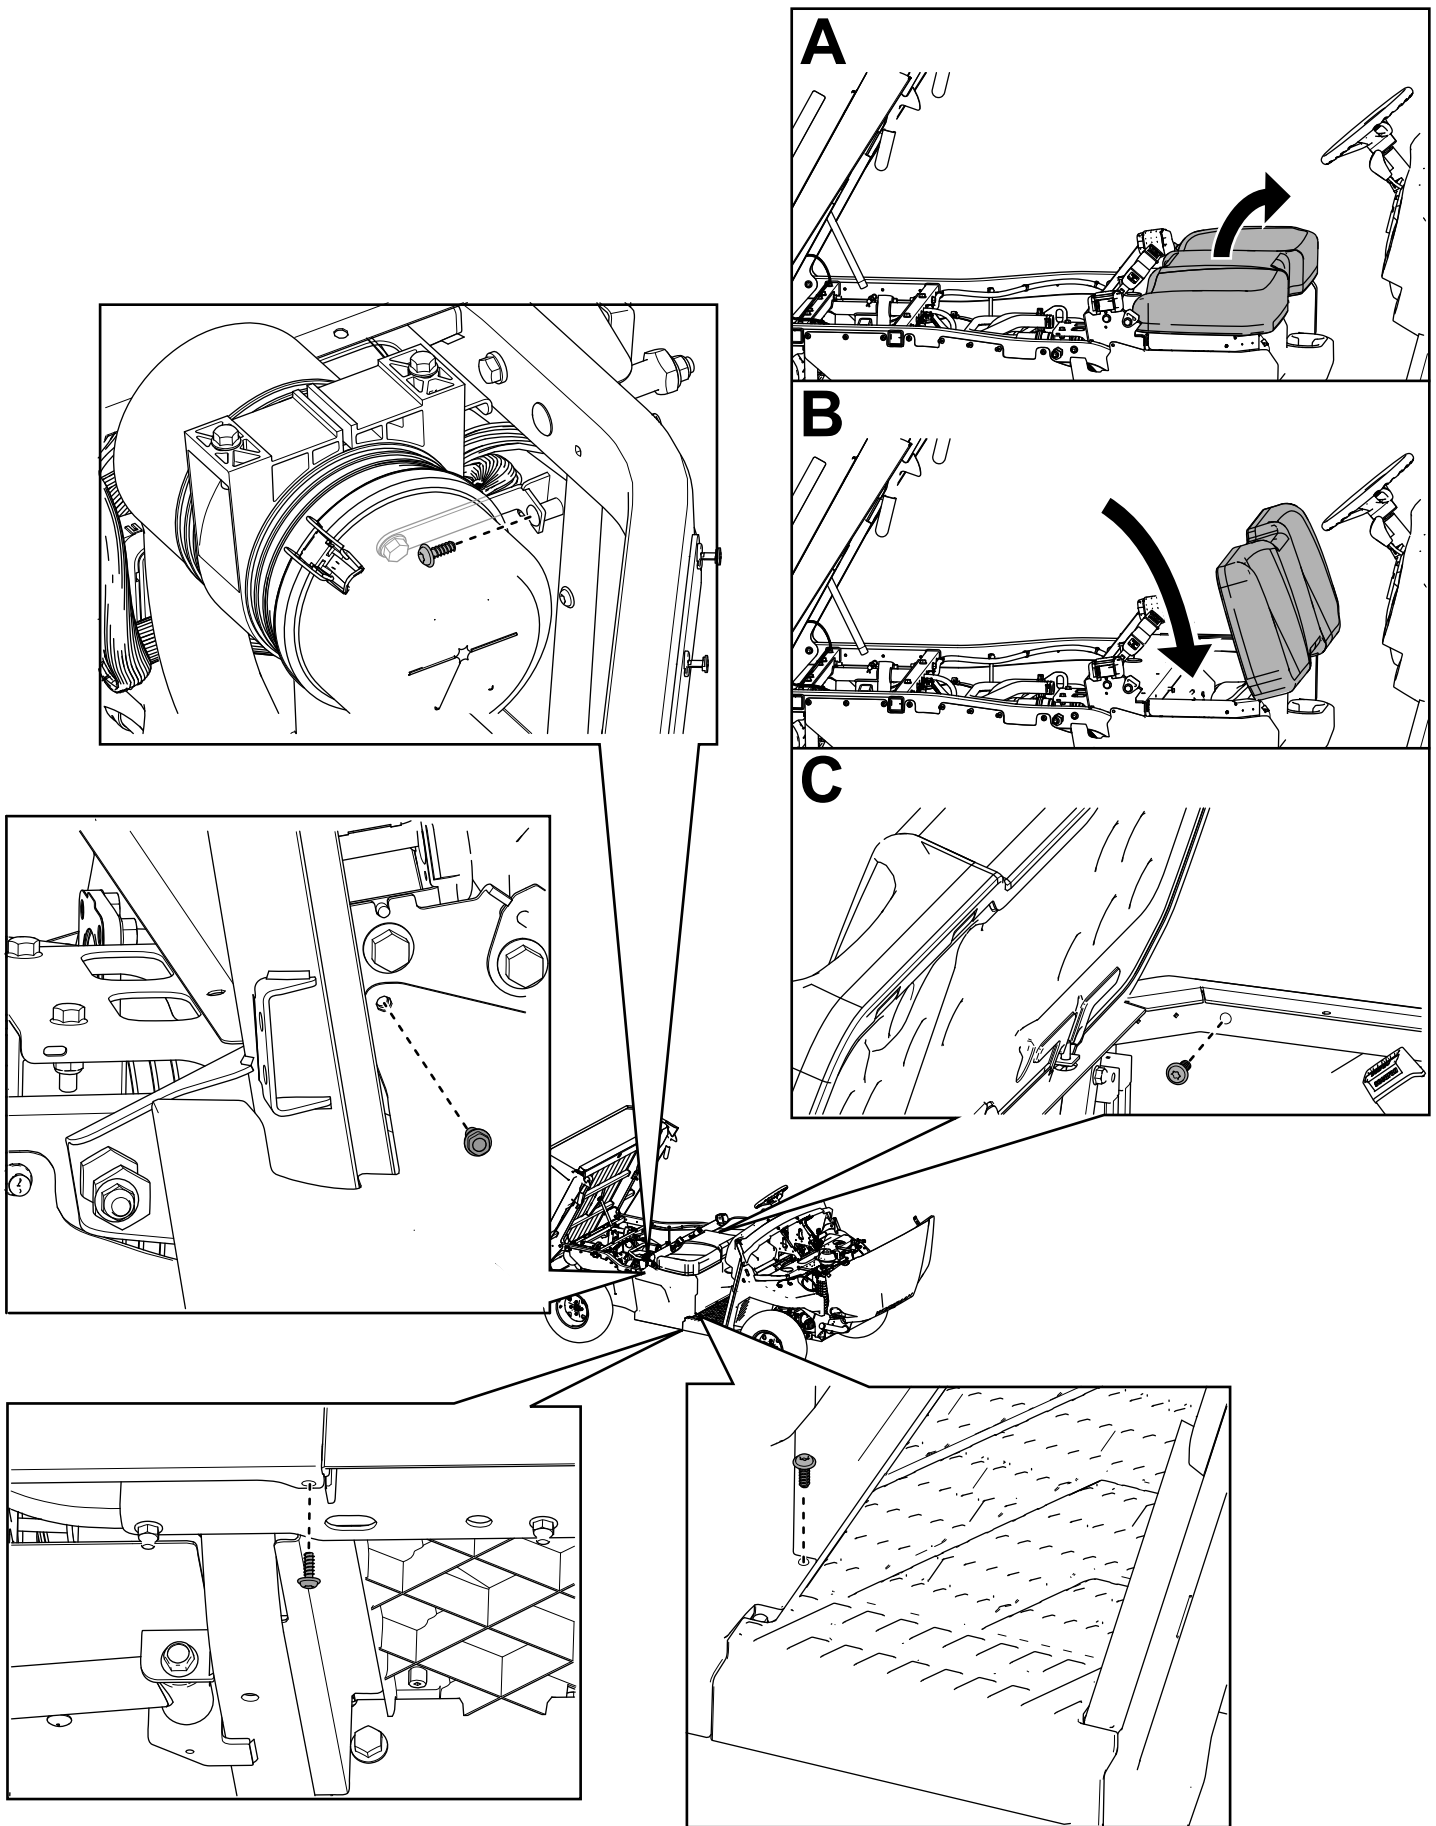

Figure 34
22. Fixez les panneaux droit et gauche de la base du siège à l'aide des boulons à tête hexagonale à embase ( $\frac{1}{4}$  x  $\frac{3}{4}$  po) retirés précédemment, comme montré à la Figure 34.